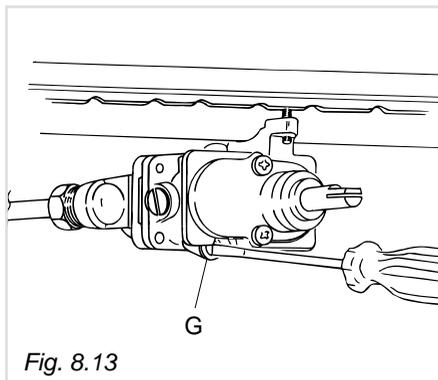

Fig. 8.13
- Sfilare la manopola del termostato e con un cacciavite a taglio svitare di circa 3 giri la vite by-pass (Fig. 8.13) passando attraverso l'apertura del cruscotto;
- dopo aver tolto nuovamente la manopola e facendo molta attenzione a non ruotare l'asta del rubinetto, avvitare lentamente la vite by-pass **G** (Fig. 8.13) fino all'ottenimento di una fiamma lunga 3-4 mm.